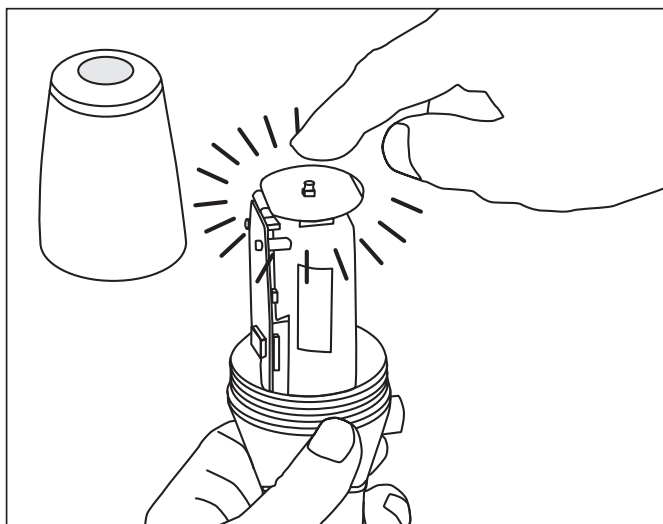

Abbildung 54
2. Halten Sie den **Rücksetzknopf** oben auf dem Sensor 15 Sekunden lang gedrückt (siehe Abbildung 54). Die LED wird rot und grün blinken.